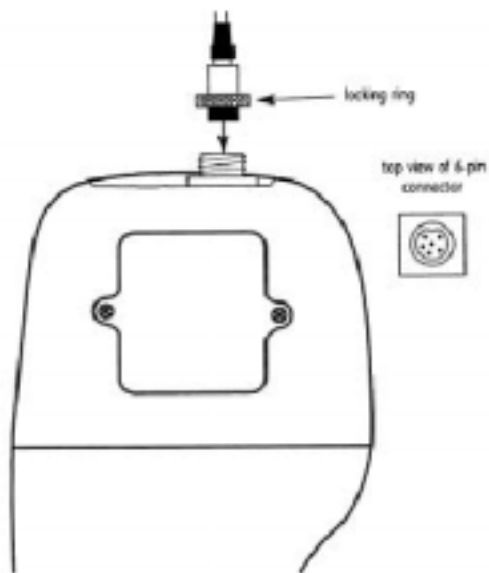

Figure 4: Connect DO Probe
1. 将电缆线上的 6 针插头插上仪器上端的插座中，侯正位置，推进插头，旋转金属环，锁定到位，参见下面图 4。